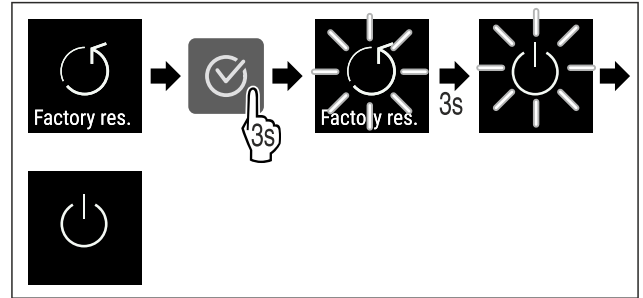

Fig. 112
- ▶ Vykonajte kroky akcie (pozri Fig. 112) .